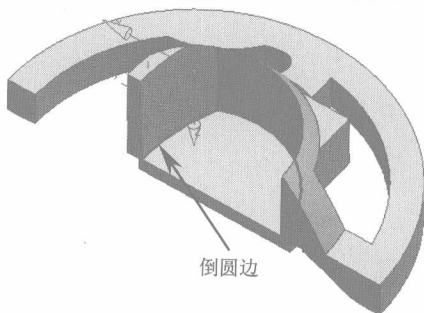
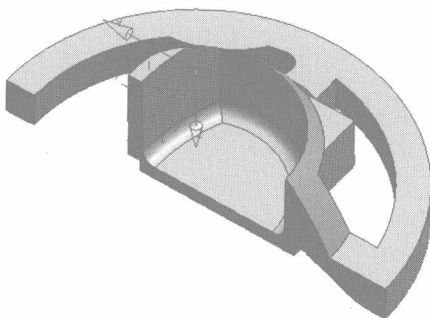

图1-24
图1-25
7. 在菜单栏中选取【插入】/【细节特征】/【边倒圆】命令, 弹出【边倒圆】对话框, 选取图 1-24 所示的实体边缘作为倒圆边, 输入圆角半径为“1”, 单击 **确定** 按钮创建边倒圆特征, 如图 1-25 所示。